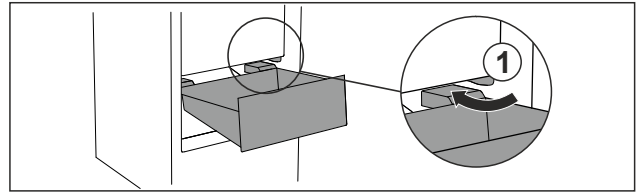

Fig. 73
- ▶ Schubfach schräg um die Stopper Fig. 73 (1) herumführen.